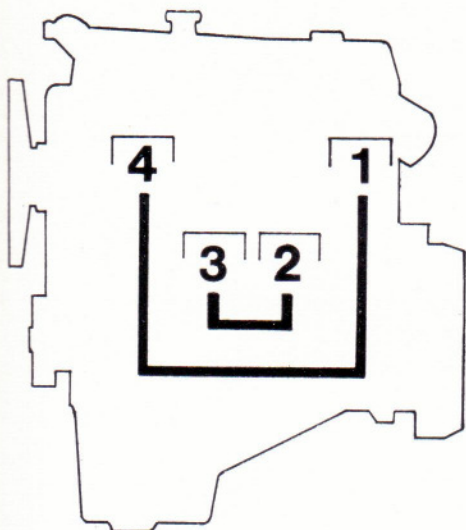

Bild 120
- Zylinder mit gleichlaufenden Kolben (Bild 120).